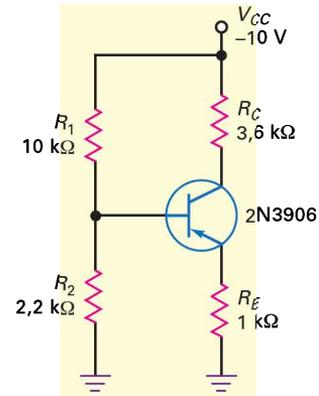

Figure 7.38
7.37 Quelles sont les tensions émetteur et collecteur dans le montage de la figure 7.38 ?